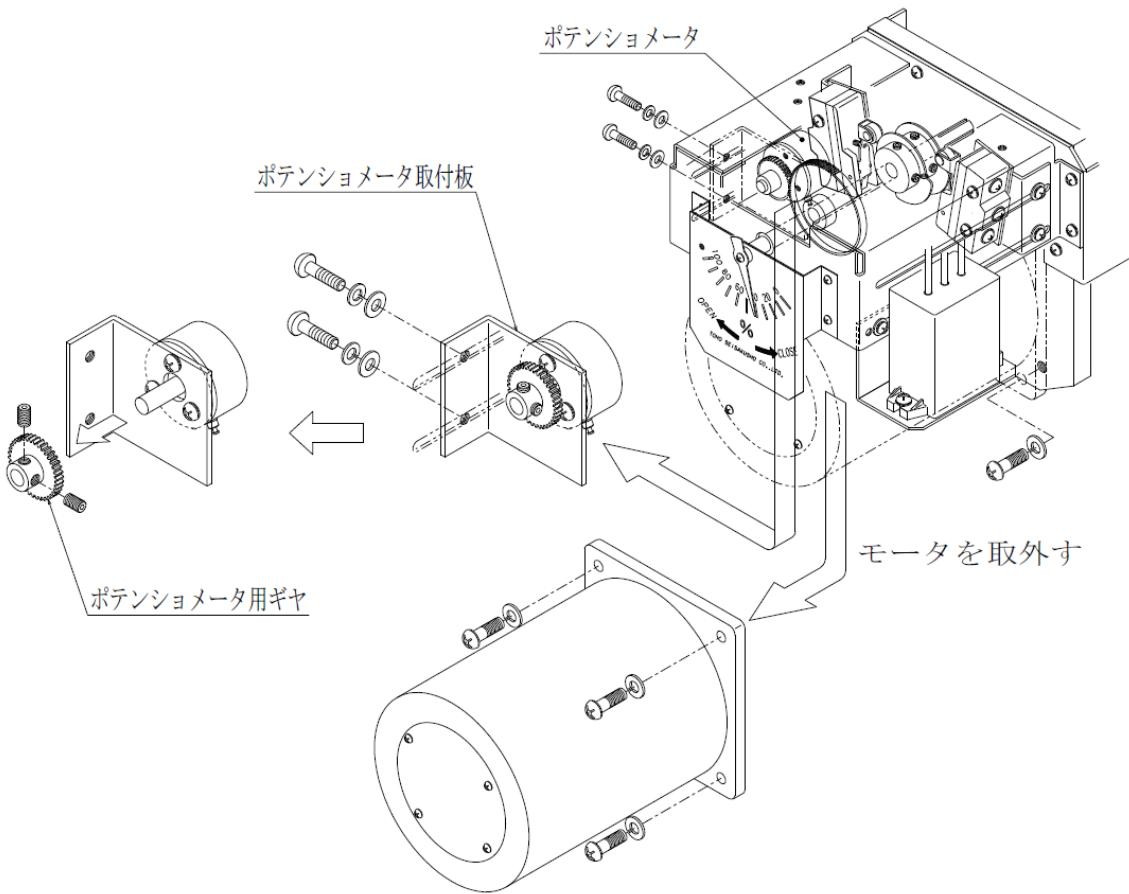

図10：ポテンショメータの取り外し
- ① コントロールモータを電動動作で全閉位置とし電源を遮断します。
- ② コントロールモータのスイッチカバーを外します。
- ③ 端子BM, RM, WMに接続されている外部配線を解線します。
- ④ 端子RM-WM間にテスタ（抵抗レンジ）をあて抵抗値を測定、記録します。
- ⑤ モータを取り外します。
- ⑥ ポテンショメータ取付板を取り外します。（図10参照）
- ⑦ ポテンショメータ本体の3端子に接続されているリード線色と端子番号を記録します。
- ⑧ ポテンショメータの端子付近からリード線を切断します。
- ⑨ ポテンショメータに付いているギヤを取り外し、ポテンショメータを取付板から取り外します。
- ⑩ 新しいポテンショメータを取付板に取付け、⑨で取り外したギヤをポテンショメータ軸に取付けます。
- ⑪ リード線をポテンショメータ端子にはんだ付けします。リード線は⑦で記録した内容通りに接続してください。又、端子へのはんだ付け作業は出来るだけ手早く行ってください。
- ⑫ ポテンショメータ取付板を本体に取付けます。この時、端子RM-WM間の抵抗値を測定し、おおよそ④で測定した数値に近い位置で組み付けると、後工程の調整作業がやり易くなります。尚、組み付けの際はギヤのかみ合い状態がきつくなりすぎないように注意してください。